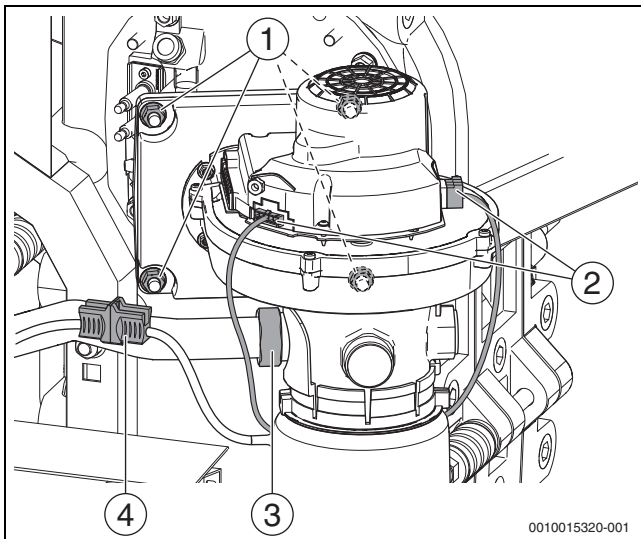
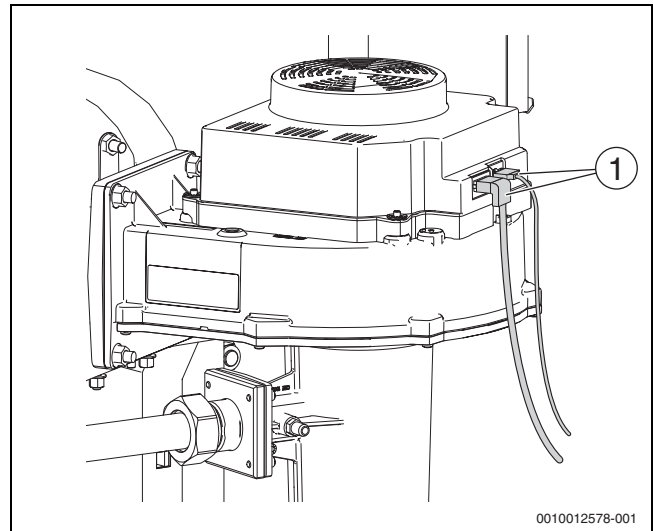

Bild 57 Elektrische Anschlüsse, Gebläse ausbauen (Kesselgröße 75-100 kW)
Bild 58 Elektrische Anschlüsse Gebläse (Kesselgröße 150-300 kW)
- ▶ Elektrische Anschlüsse am Gebläse lösen (→ Bild 57 bzw. Bild 58).
- ▶ Steckverbinder trennen (→ Bild 57)
- ▶ Überwurfmutter am Venturi lösen (→ Bild 57, [3]).